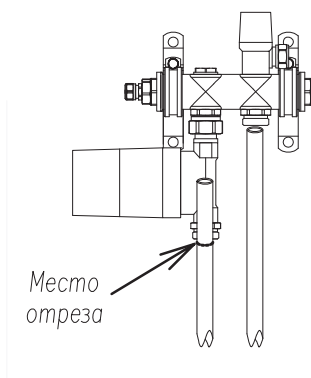

Рисунок 11. Подгон трубы по месту.
2. Обрежьте трубу так, чтобы она вплотную подходила к выходам для ее подключения к модулю MINI (рисунок 11).